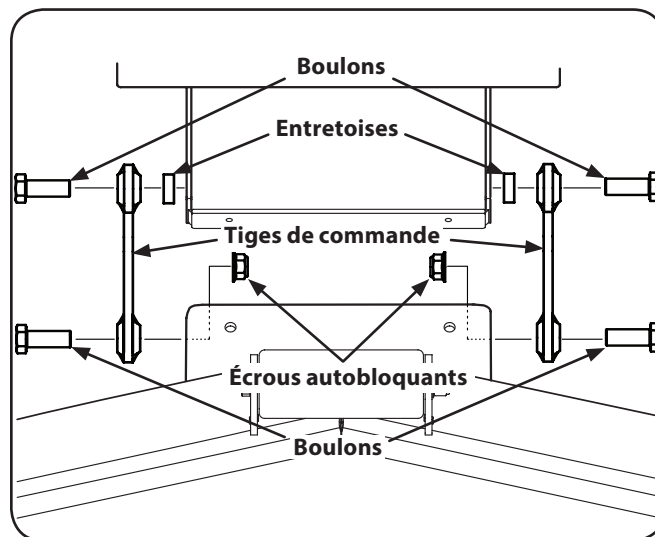

Figure 7-4
6. Retirez les boulons, les entretoises et les écrous autobloquants qui fixent les tiges de commande au plateau de coupe. Voir Figure 7-4.